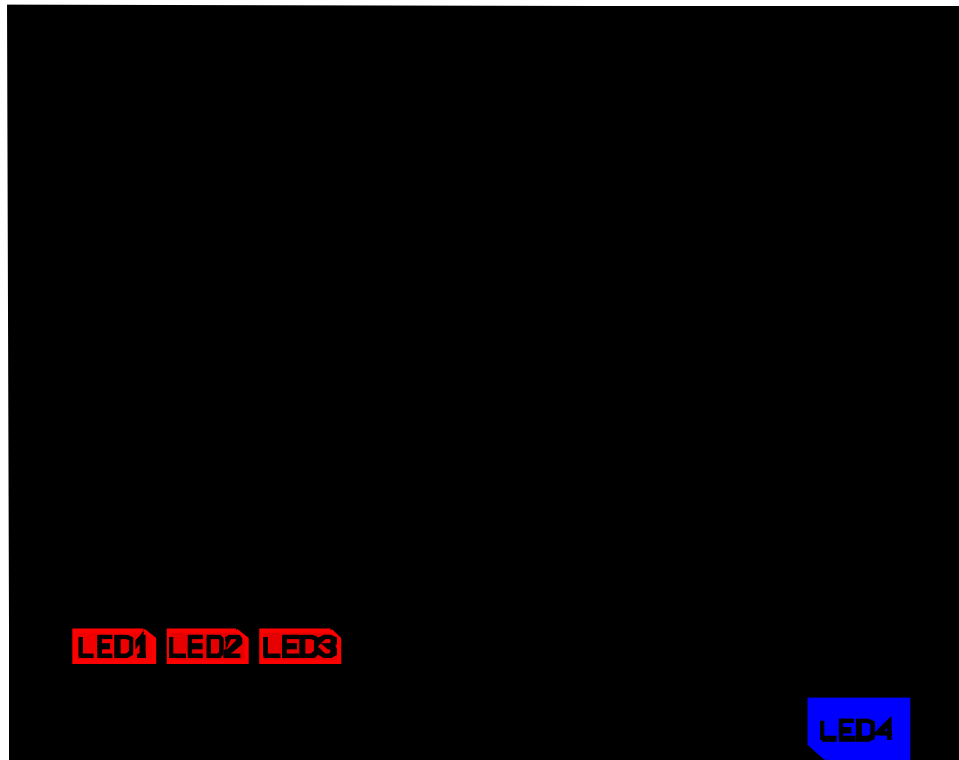

Abbildung 1: Ausschnitt der Oberseite des X-MAX-400
1. **Start im Mini-OsX:** Alle CPU-Module, d.h. auch das X-MAX-400 starten nach Power-On das sog. Mini-OsX aus dem Flash-ROM. Das Mini-OSX des X-MAX-400 Moduls schaltet zunächst die LEDs LED1, LED2, LED3 und LED4 auf dem X-MAX-400 Modul aus. Die Lage dieser LEDs entspricht der unten stehenden Abbildung 1.
Im Folgenden wird speziell der Boot-Vorgang von Windows CE auf einem X-MAX-400 Modul im Detail beschrieben (zur Nummerierung der LEDs siehe Abb. 1):